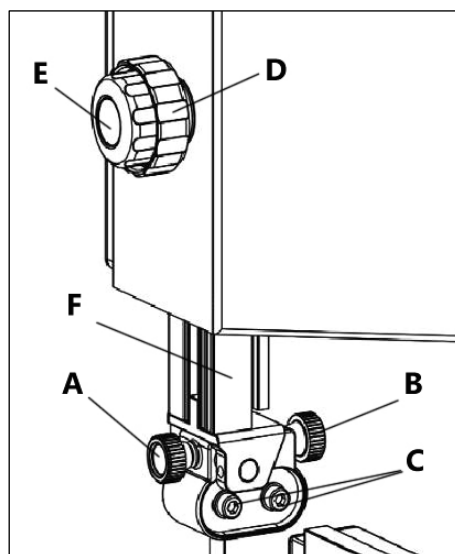

Рисунок 13.
- Установите верхнюю направляющую пильного полотна с помощью ручки регулировки D (рис. 13) на нужную высоту, ослабив фиксирующую ручку Е. После регулировки обязательно затяните ручку фиксации Е.